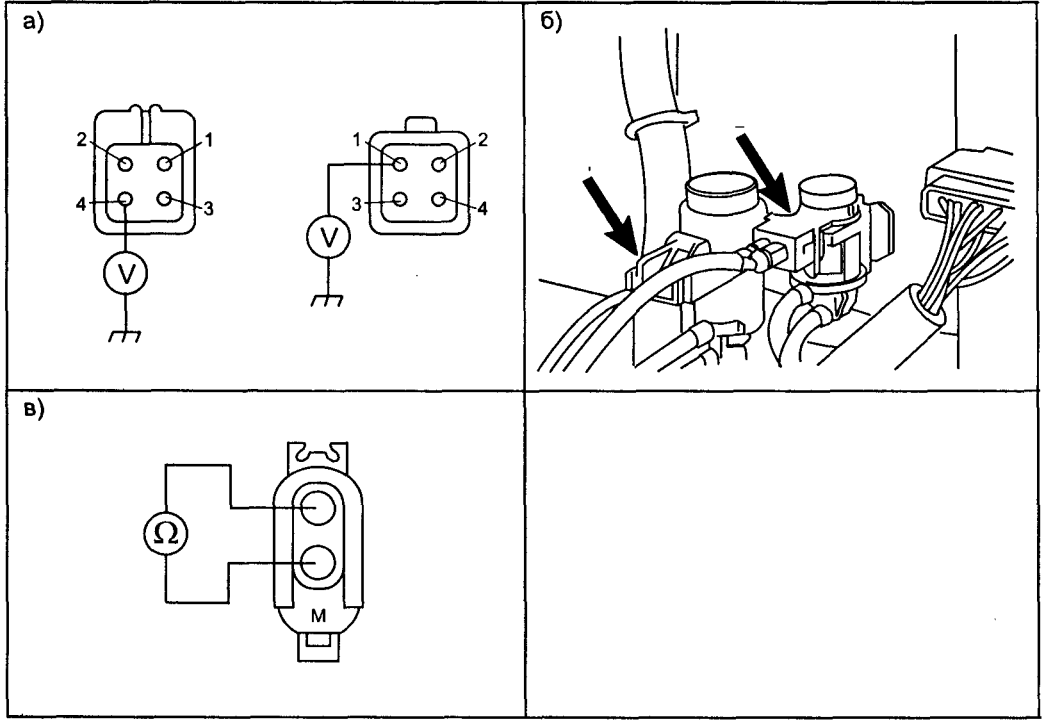

Рис. 2.5.10. Система контроля выпуска
- при отключенном зажигании к контакту 1 (см. рис. 2.5.10а) разъема λ-зонда подключают вольтметр или осциллограф;
- отключают разъем λ -зонда и проверяют сопротивление обмотки нагревателя на контактах 3—4 (см. рис. 2.5.10а), его величина около 7,5 Ом;
- включают зажигание и проверяют наличие 12 В на контакте 4 разъема жгута λ -зонда (см. рис. 2.5.10б), если питания нет, проверяют предохранители F13, F9, реле K46, замок зажигания и соответствующие соединения.
Для проверки этой системы отключают разъем соленоида PAIR и, при включенном зажигании, проверяют наличие 12 В на контакте 1 разъема жгута клапана (см. поз. 2 на рис. 2.5.10б), если питания нет, проверяют предохранители F4, F9, реле K46, замок зажигания и соответствующие соединения. После этого отключают разъем и проверяют сопротивление обмотки соленоида PAIR, его величина должна быть в пределах 50...120 Ом, если есть отклонения, заменяют клапан PAIR.
- отключают разъем клапана EGR, включают зажигание и проверяют наличие 12 В на контакте 1 разъема жгута клапана (см. поз. 1 на рис. 2.5.10б), если питания нет, проверяют предохранители F4, F9, реле K46, замок зажигания и соответствующие соединения;
- отключают разъем клапана EVAP и измеряют сопротивление его обмотки, оно должно быть в пределах 50...120 Ом (см. рис. 2.5.10в), если есть отклонения, заменяют клапан;